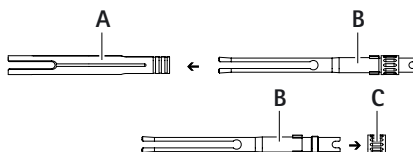

Afb. 7
- Neem klemhuls **2** eraf, zie Afb. 7.